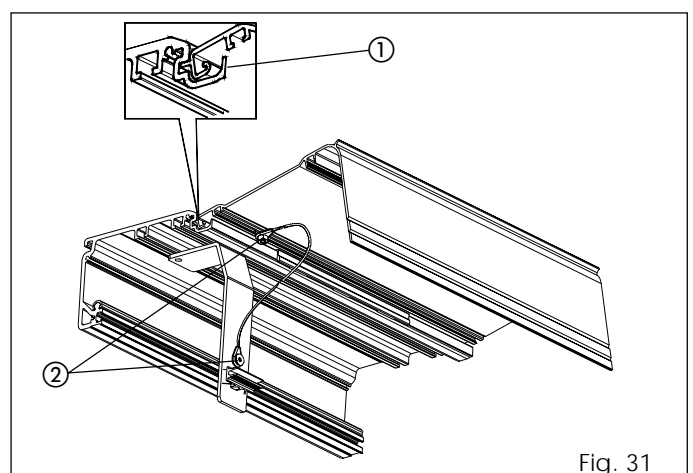

Fig. 31
- Om de kap open te houden, tilt u hem op en duwt u hem naar het profiel toe totdat het uitstekende metalen gedeelte in de behuizing in het profiel (fig. 31 ref. ①) komt.
- Bevestig de parachutetekabels aan de kap en aan de bevestigingsbeugels van de kap zoals aangegeven op fig. 31 ref. ②.